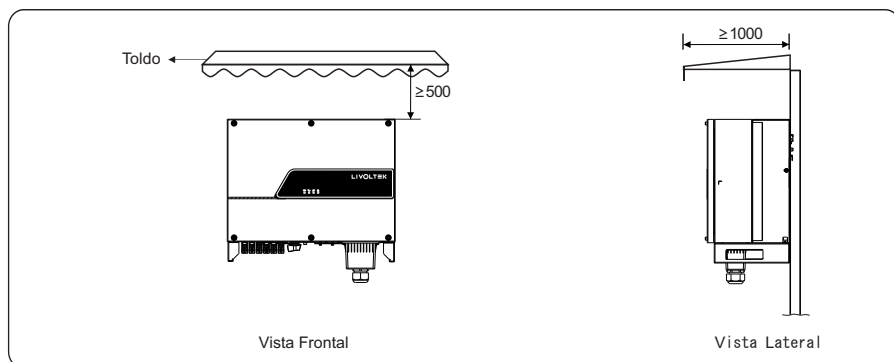

Figura 4.3 Ambiente de instalação com toldo (unidade: mm)
- O inversor deve estar livre de exposição direta à luz solar, chuva e neve para prolongar sua vida útil. Recomenda-se que o inversor seja instalado em local abrigado. Se nenhum abrigo estiver disponível, construa um toldo, conforme mostrado na Figura 4.3.